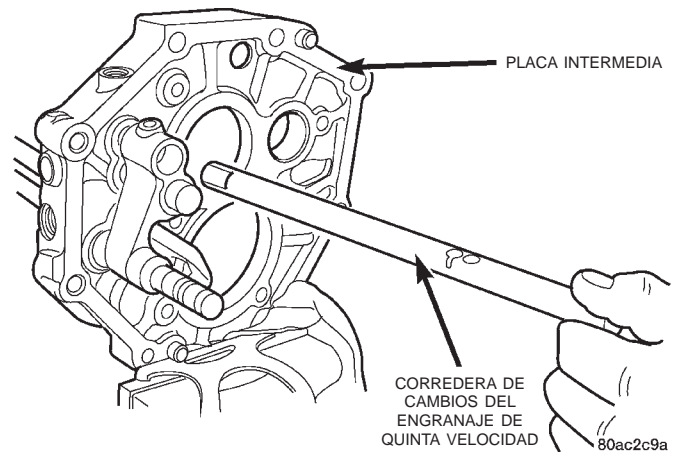

Fig. 84 Instalación de la corredera de cambios del engranaje de quinta velocidad
(13) Instale la corredera de cambios del engranaje de quinta velocidad (Fig. 84).